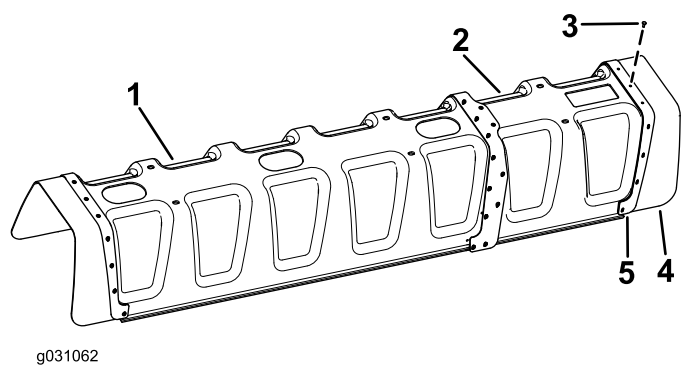

图7
- 使用 11 个弹伸铆钉 3/16 x 1/2 英寸和垫圈 3/16 英寸将橡胶盖和加强板从 11 喷嘴护罩安装至 12 喷嘴护罩 图7。